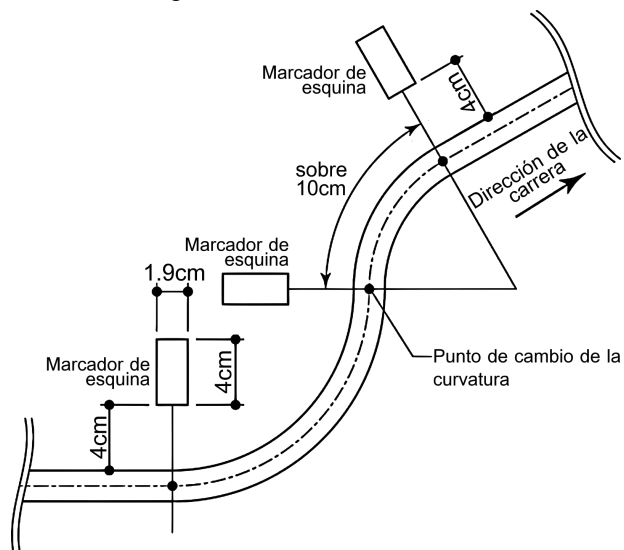

Figura 2: Cambios de curvatura y marcadores de esquina
4.4. El radio mínimo del arco de curvatura es de 10 [cm]. La distancia al punto de cambio de curvatura es sobre 10 [cm] (Ver Figura 2).
- 4.9. Donde hay cambios de curvatura hay marcadores de esquina al costado izquierdo de la línea del recorrido (Ver Figura 2).
- 4.11. En algunos casos, los arcos de curvatura aparecen continuamente. (Ver Figura 2)